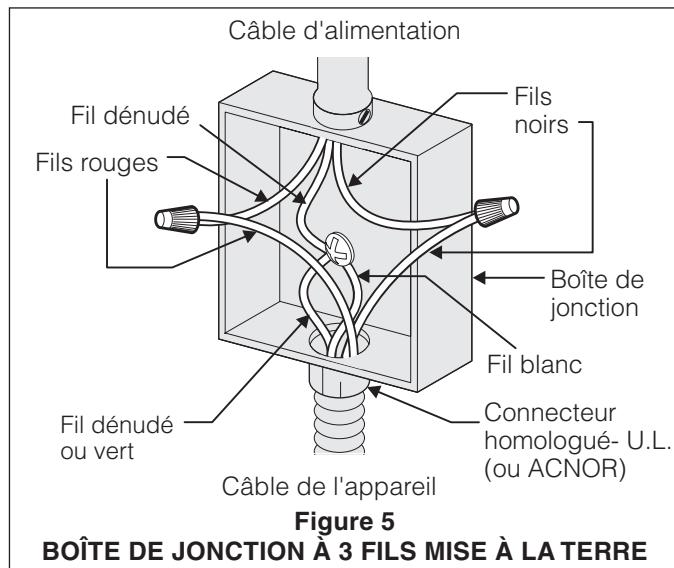
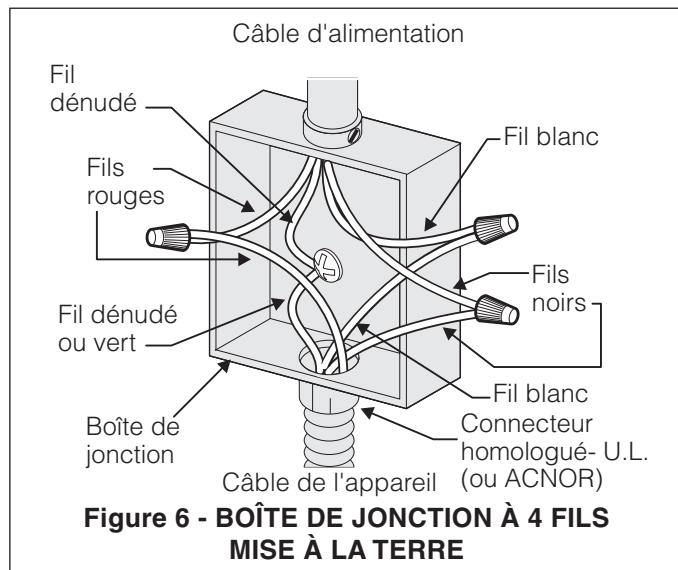

Figure 5
Figure 6 - BOÎTE DE JONCTION À 4 FILS
Si les codes locaux permettent la connexion du fil de mise à la terre du châssis au neutre (blanc) (aux États-Unis seulement) (voir figure 5):
Raccordez les fils de l'appareil à ceux du circuit électrique tel que montré à la figure 5.
**Avertissement** Cet appareil est fabriqué avec un câble d'alimentation muni d'un fil blanc neutre et d'un fil de mise à la terre en cuivre branché sur le châssis. Si l'appareil est utilisé, aux États-Unis, dans une maison mobile, un nouveau branchement (1996 NEC), un véhicule récréatif où les codes locaux n'autorisent pas la connexion du conducteur de mise à la terre du châssis au neutre ou au Canada, débranchez les fils blanc et vert des autres et utilisez le fil de mise à la terre pour mettre à la terre l'appareil conformément aux codes locaux, branchez le conducteur neutre de manière habituelle au circuit neutre voir la figure 6. Si l'appareil doit être branché à un câble à 3 fils (aux États-Unis seulement), où les codes locaux permettent la connexion du fil de mise à la terre du châssis au neutre (blanc). Voir la figure 5.
Si l'appareil est utilisé dans une maison mobile, un nouveau branchement (1996 NEC), un véhicule récréatif ou si les codes locaux N'AUTORISENT PAS la connexion du conducteur de mise à la terre du châssis au neutre (fil blanc), le châssis de l'appareil NE DOIT PAS être branché au fil neutre du câble à 4 fils. (voir la figure 6):
Raccordez les fils de l'appareil à ceux du circuit électrique tel que montré à la figure 6.